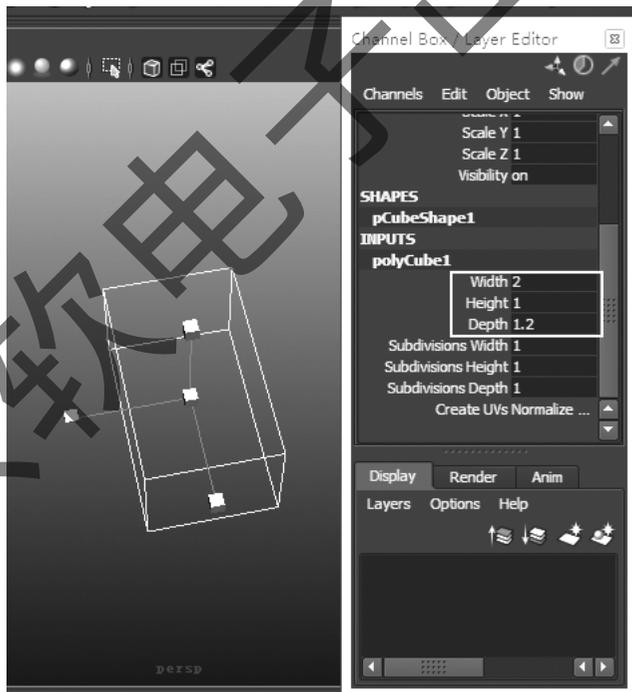

图 4-33 创建方形
Step 1: 在视图中创建一个方形的盒子,在通道栏中按照宽度 2、高度 1、深度 1.2 这样的比例进行调节,如图 4-33 所示。